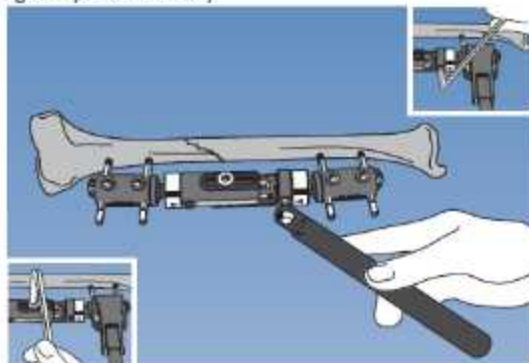

Figura 16: Margen inferior izquierdo: ajustes de la levas;
17. Una vez que se ha logrado una reducción aceptable, el cirujano la mantiene mientras un asistente aprieta las levas con una llave Allen (Figura 16, margen inferior izquierda).
18. El bloqueo final de las levas se realiza con la llave dinamométrica (Figura 16, central).
19. La tuerca de bloqueo del cuerpo central ahora está apretada, nuevamente usando la llave Allen (Figura 16, margen superior derecho)